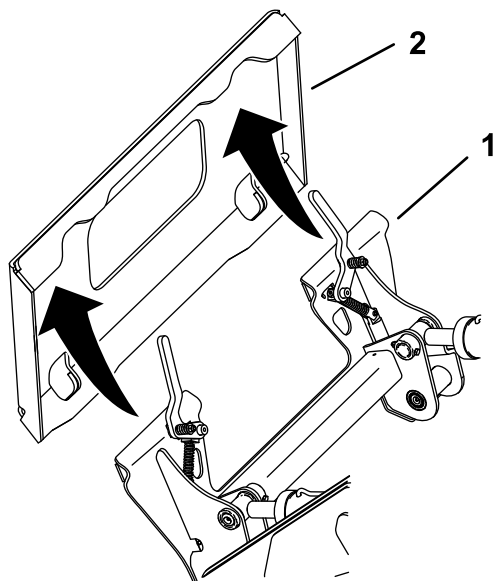

Figure 29
5. Placez la plaque de montage dans le bord supérieur de la plaque réceptrice de l'accessoire (Figure 29).